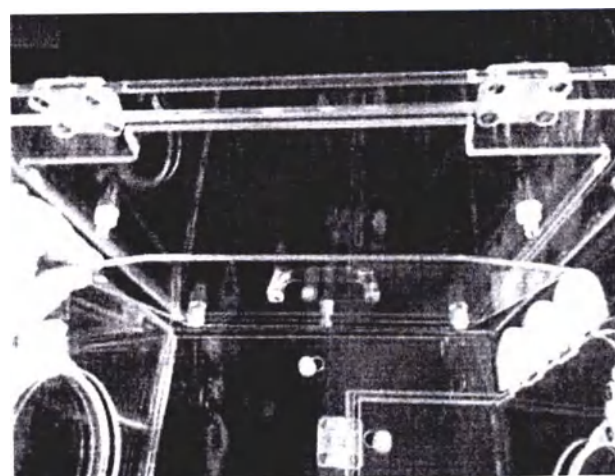

Рисунок 66
3.6.25 Снять с фиксаторов и вынуть внутреннюю стенку торцевого откидного люка (рисунок 66).